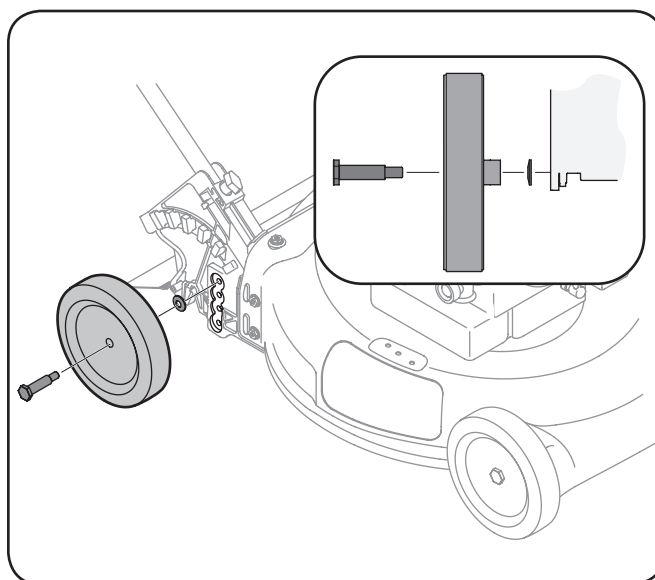

Figure 3-6
- Utilizando los tornillos y arandelas del grupo 1 del paquete de hardware, seguro que las ruedas traseras de la cubierta como se muestra en Figure 3-6. La lavadora se debe instalar con el lado de la corona frente al volante.